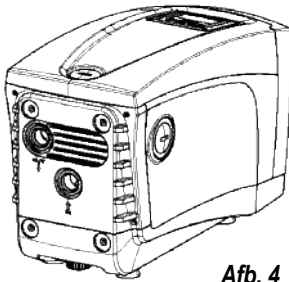

Afb. 3
- In de technische ruimte heeft u toegang tot (zie afb.3):
Het geïntegreerde expansievat heeft niet tot taak een zodanige waterreserve te scheppen dat de ingrepen door het systeem worden beperkt (vraag van het gebruikspunt, niet door lekken in het systeem). Het is mogelijk een expansievat met de gewenste inhoud aan het systeem toe te voegen. Dit vat dient te worden verbonden op een punt van de persinstallatie (niet de aanzuiging!). Bij horizontale installaties is aansluiting mogelijk op de ongebruikte persopening. Bij de keuze van de tank moet er rekening mee worden gehouden dat de hoeveelheid water die wordt afgegeven ook een functie is van de parameters SP en RP die op het systeem kunnen worden ingesteld (par. 6-7). Het expansievat is gevuld met lucht onder druk via de klep die toegankelijk is vanuit de technische ruimte (afb.3, punt 1). De voorvulwaarde waarmee het expansievat door de fabrikant wordt geleverd stemt overeen met de standaardinstelling van de parameters SP en RP, en voldoet hoe dan ook aan de volgende vergelijking: